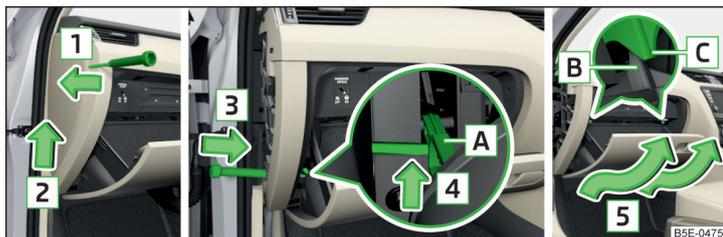

Abb. 215 Ablagefach auf der Beifahrerseite: Rechtslenker
- › Einen Schraubendreher unter die Seitenabdeckung einschieben » Abb. 215.
» Abb. 215.